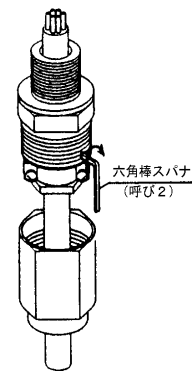

図3
- 4) ニップルにパッキンとスリップリングを入れ、グラウンドをねじ込み、パッキンを圧縮します。なお、ケーブル径によって異なりますが、パッキン締付けの基準としては、パッキン内径とケーブル外径とが一致した点(ケーブルを軽く引っ張り、ケーブルが動かない点)から**1回転グラウンドをねじ込んで**ください。この時、クランプ板が取付けにくい位置にきた場合は、グラウンドをその位置から**±1/3回転の範囲**で調整してください。そして、緩めておいたグラウンド緩み止め用止めねじをねじ込んでください。(図3)